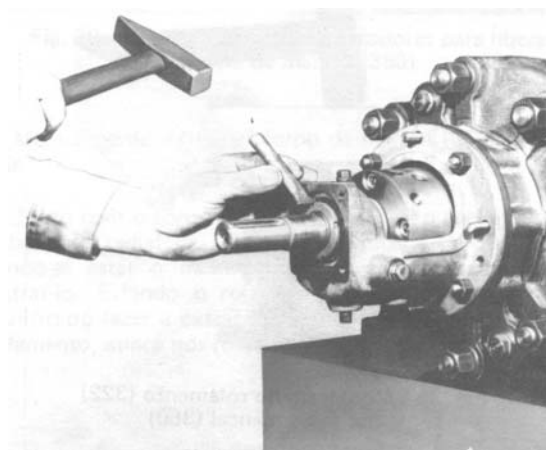

Figura 38 – Aperto do rolamento (322) com pino e martelo
- Com um pino e martelo ou chave gancho (Figura 38) aperte a luva de trava através da porca de mancal (não exagere no aperto). Bata com um tubo até que a pista interna esteja corretamente posicionada. Não deixar que a chapa de segurança atrite com a gaiola de fixação dos roletes.